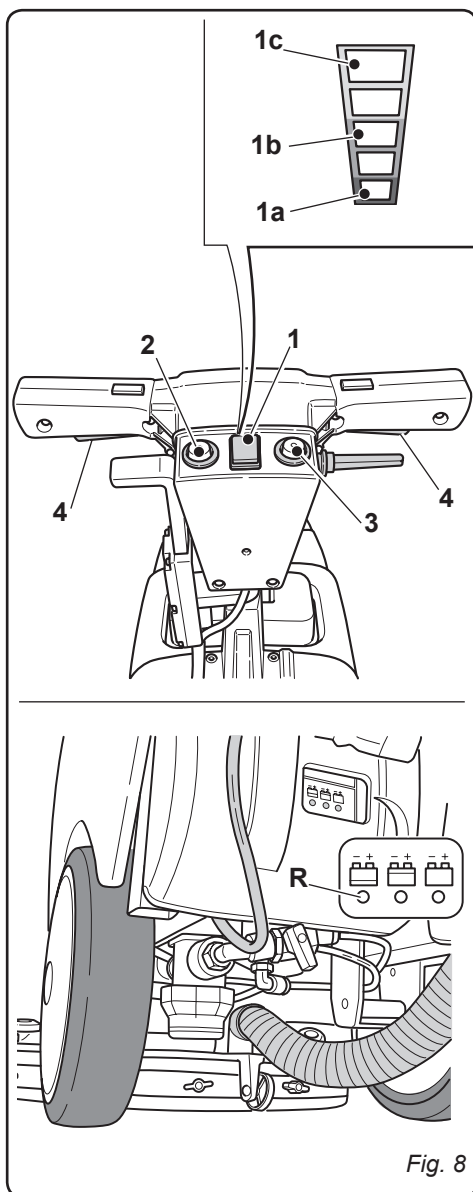

Fig. 8
6.1 PANEL DE CONTROL Y MANDO (Fig. 8)